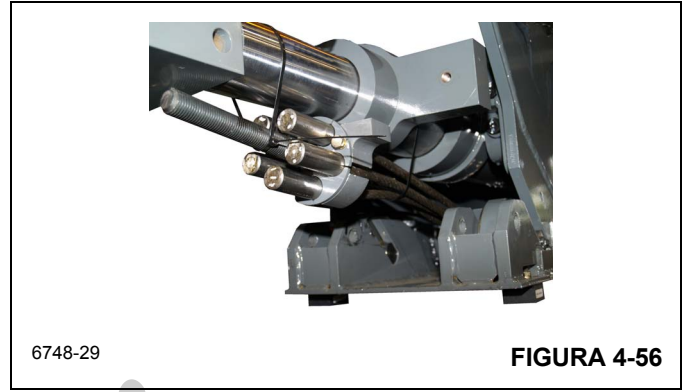
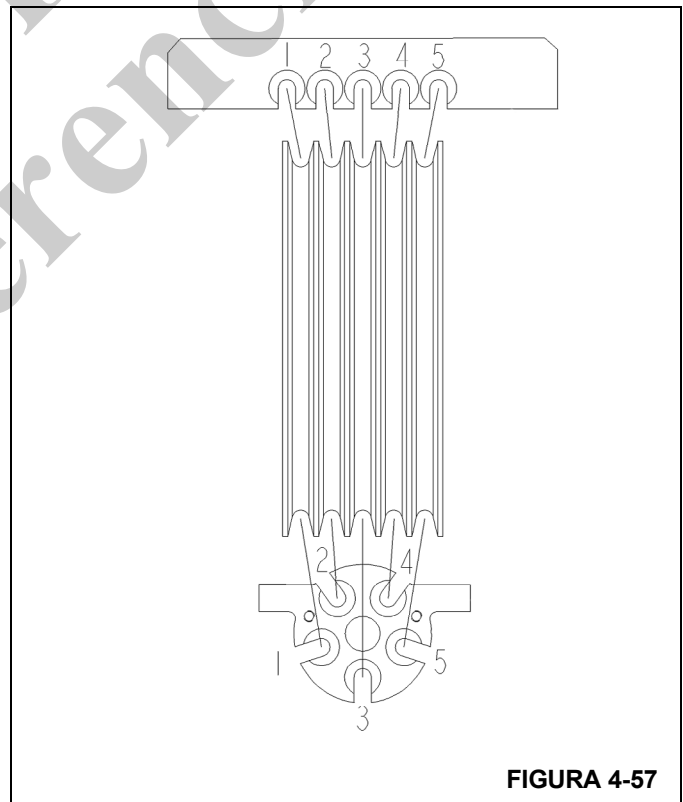

FIGURA 4-56
FIGURA 4-57
- 20. Instale los cables de extensión en la placa retenedora redonda (Figura 4-56 y Figura 4-57).